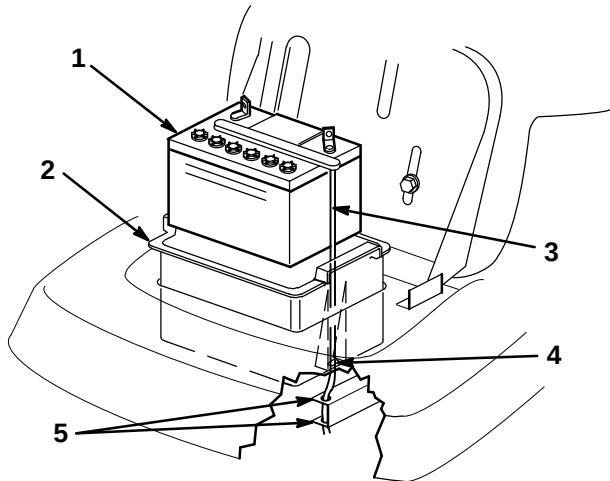

Figure 22
5. Retirer du châssis le bac à batterie, la batterie et le long tuyau d'aération (Fig. 22).
1. Placer la batterie dans le bac à batterie et faire passer le long tuyau d'aération dans la gouttière en ressortant par la fente au fond du bac (Fig. 22).
Important : Si l'on regarde dans la découpe du châssis destinée à recevoir le bac à batterie, on peut voir un trou à l'extrémité de l'élément de droite du châssis (Fig. 22). Le long tuyau d'aération de la batterie doit toujours passer dans ce trou pour éviter que l'acide de la batterie ne corrode la tondeuse et le plateau de coupe.
2. Placer le bac à batterie et la batterie dans le châssis (Fig. 22). Veiller à faire passer l'extrémité du tuyau d'aération dans les trous du châssis (Fig. 22).